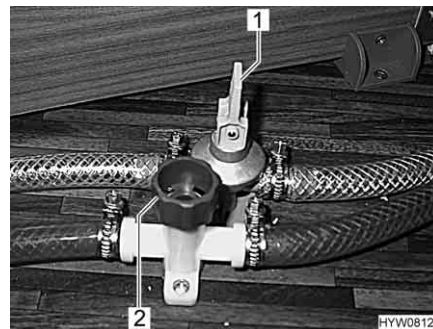

Fig. 101 Rubinetti di scarico per boiler
- Aprire il rubinetto di scarico del boiler. Posizionare la leva a bilanciere (Fig. 101,1) verticalmente o ruotare il tappo (Fig. 101,2) in senso antiorario.